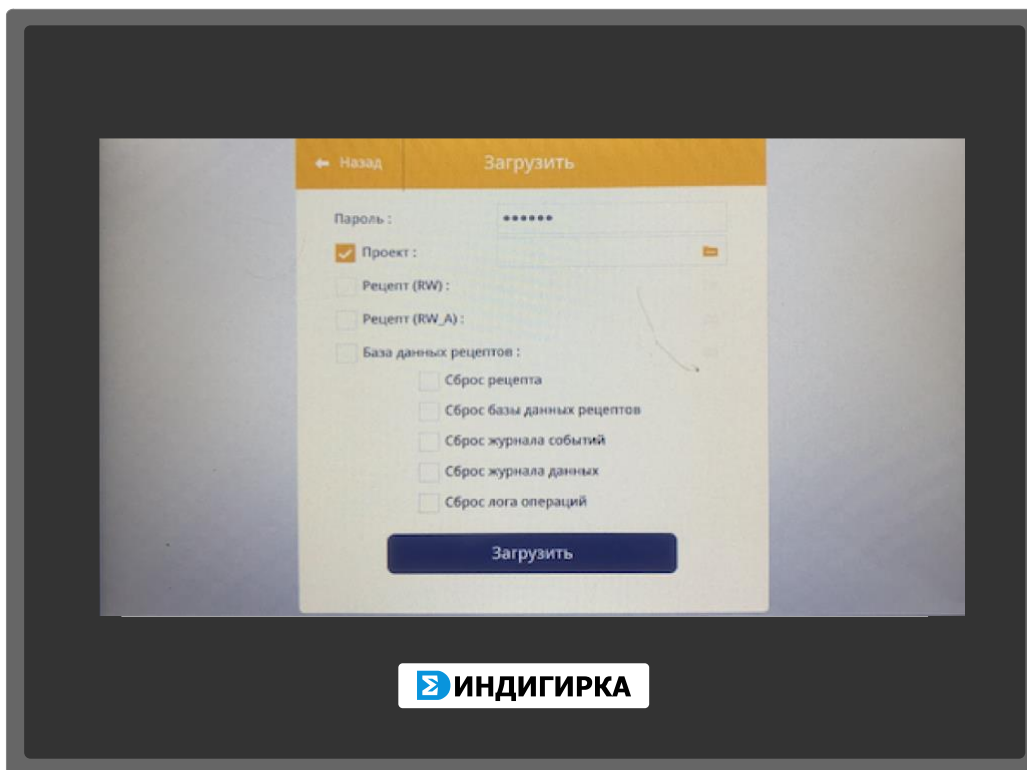

Рис. 19 Обновление прошивки
5. Откроется окно выбора файла прошивки (Рис. 19)